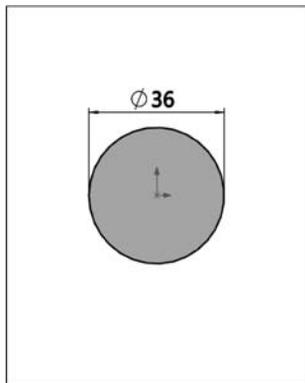
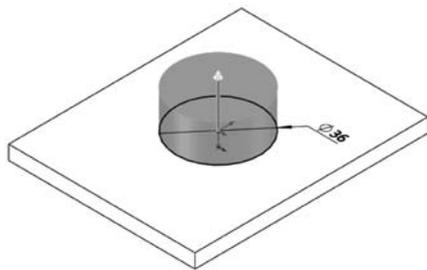

图 5-44 在上表面绘制草图
图 5-45 拉伸凸台
(3) 在上表面绘制草图, 如图 5-44 所示。
(4) 单击【特征】选项卡上的【拉伸凸台/基体】按钮 , 会出现【凸台-拉伸】属性管理器。
① 在【方向 1】组, 从【终止条件】列表中选择【给定深度】选项。
② 在【深度】文本框内输入 16.00mm, 如图 5-45 所示, 单击【确定】按钮 。